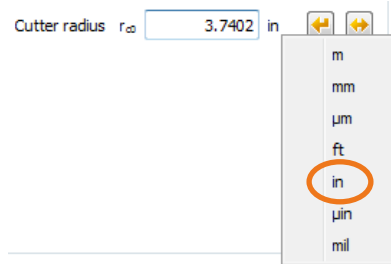

图 20. 转换单位成"inch"
8. 在"Manufacturing"标签中选择"Face milling"作为加工程序，然后输入刀盘半径"Cutter radius"。建议使用刀盘半径输入框右侧的推荐功能，来得到一个最小刀盘半径的推荐值（根据克林贝格锥齿轮，第 70 页），然后输入生产时实际使用的刀盘半径。点击鼠标右键选择单位"inch"：格里森刀具通常用这个单位（看图 20）；